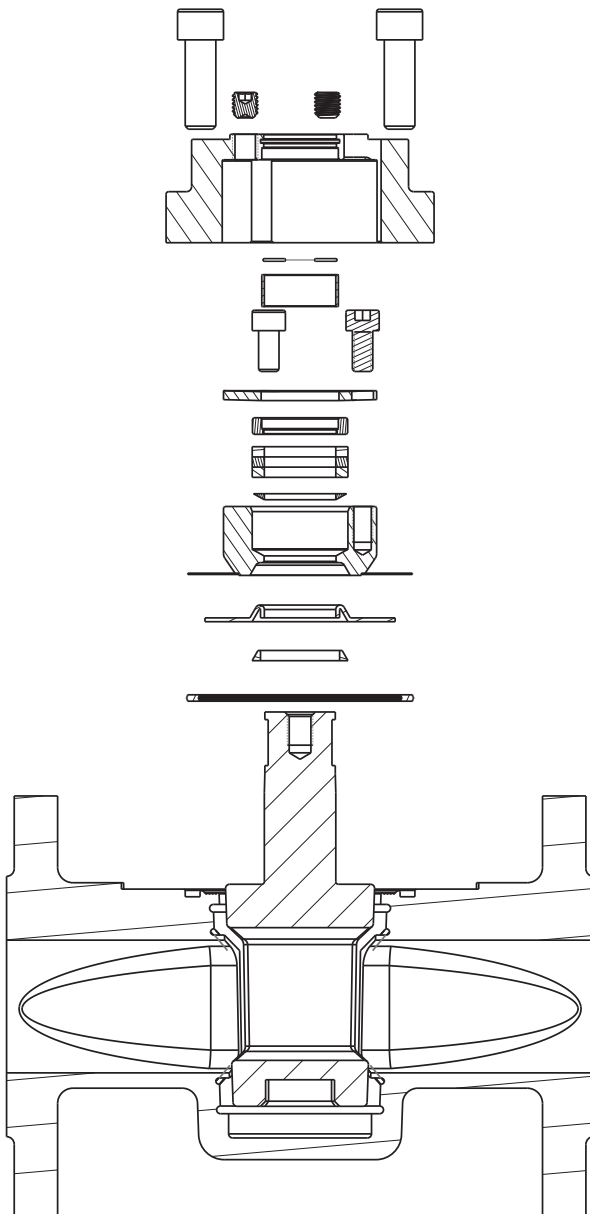

Abb. 1
1. Betätigungselemente und Deckel abnehmen (Abb. 1)
2. Dichtgruppe und Kükens entfernen (Abb. 1)